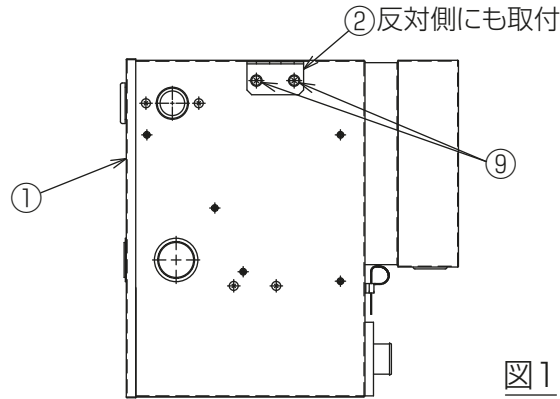

図1
(1) LH-WFR-E/F形・LH-WFRP形の吸込ボックス取付仕様、LH-WFE-C2形、LH-WAR-C形、LH-WBR形・LH-WBR-B形に取付ける場合、品番①ドレンアップメカに品番②吊金具を品番⑨Pトラスネジ5×16にて取付けてください。[図1]